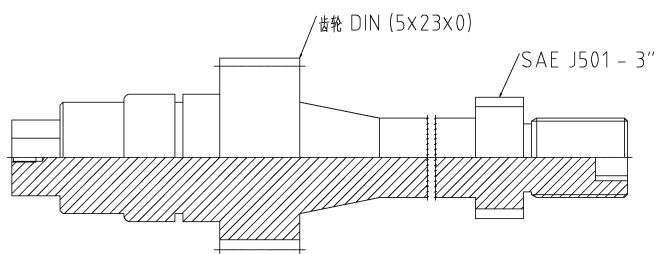

图 11-91 备注齿轮
21) 重复执行“备注”选项，对“齿轮”进行备注。备注后返回到“轴生成器”对话框，如图 11-91 所示。